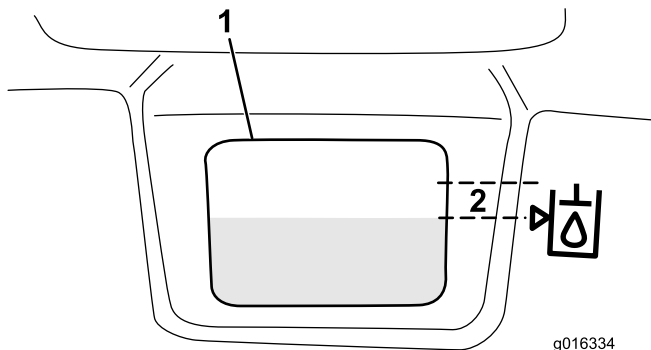

Figura 32
3. Riempite lentamente il serbatoio con il fluido idraulico idoneo sino a raggiungere, con una tolleranza di 6 mm, il livello indicato dalla freccia nel simbolo che si trova accanto alla finestra bianca nella parte anteriore del serbatoio (Figura 32). Non riempite troppo.